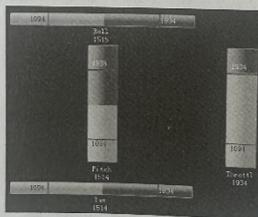
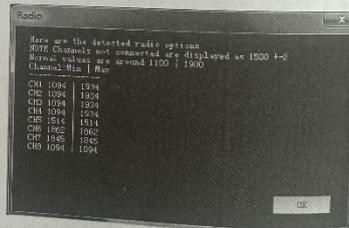

图 5-22 遥控器行程校准界面
图 5-23 遥控器校准数据界面
⑤ 行程校准。点击“校准”按钮，将遥控器左右摇杆重复打到最大值，即左右摇杆在最大值上不停转圈，得到校准数据，如图 5-22 所示。操作完成后，弹出完成提示对话框，点击“OK”按钮后将弹出校准数据，如图 5-23 所示。